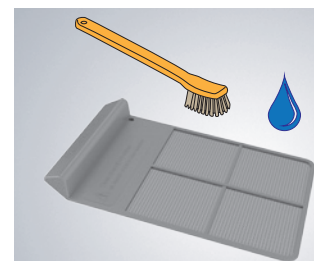

Рисунок 13
3. Очистите префильтр от загрязнений с помощью мягкой щетки, промойте фильтр в теплой воде. Запрещается использовать химические средства для очистки префильтра (рис. 13).